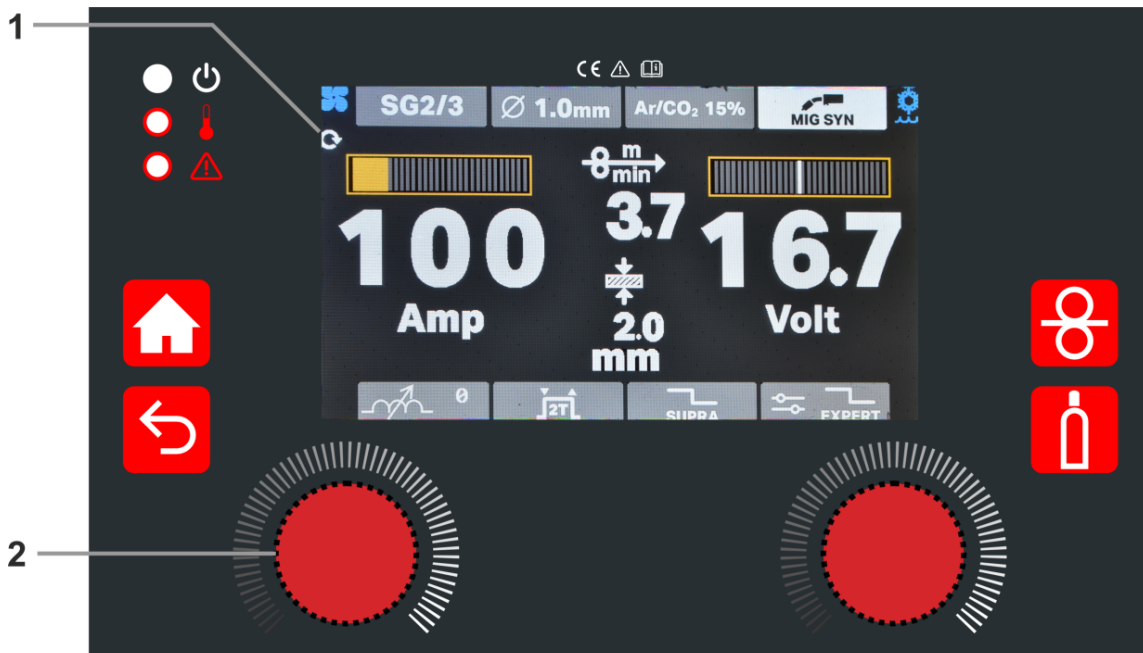

Fig. 18
- Para repor o valor de um processo de soldadura específico para as definições de fábrica, premir uma vez o encoder do lado esquerdo (2 - Fig. 18), depois rodar o mesmo encoder até o item de menu 1 (Fig. 18) ficar amarelo. Premir e manter premido até que o item de menu 1 (Fig. 18) fique novamente branco.